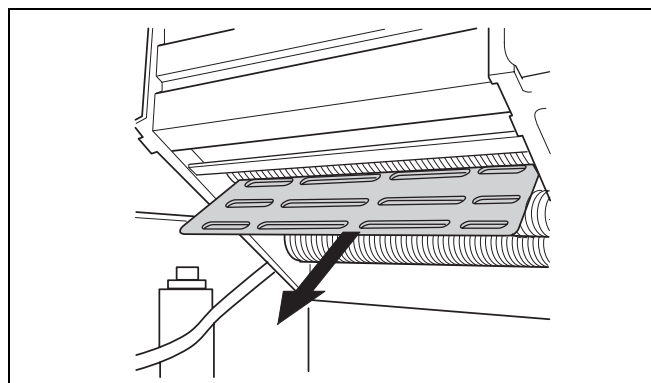

Fig. 33 Diaframma
- Togliere il diaframma e pulirlo con aria compressa (fig. 33).